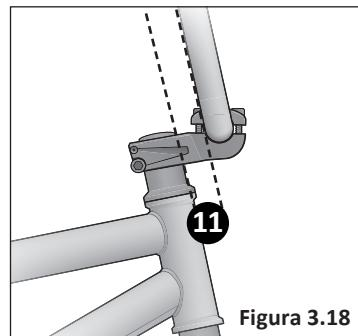

Figura 3.18
- 11** Mire desde un lado de la bicicleta y compruebe que el manillar esté paralelo con la horquilla. **Figura 3.18**